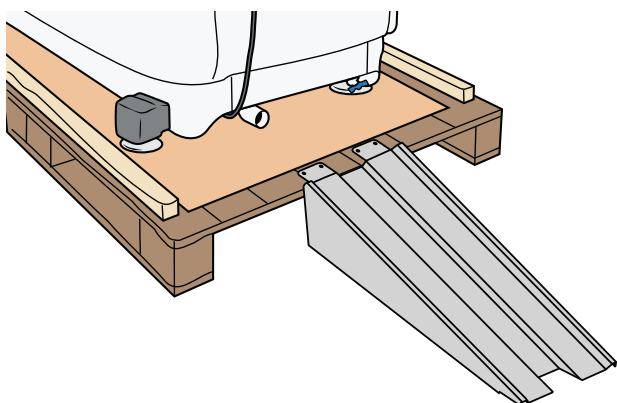

Figure 12
12. Centrez la rampe à l'extrémité courte de la palette. Fixez-la avec des vis. Voir Figure 12.